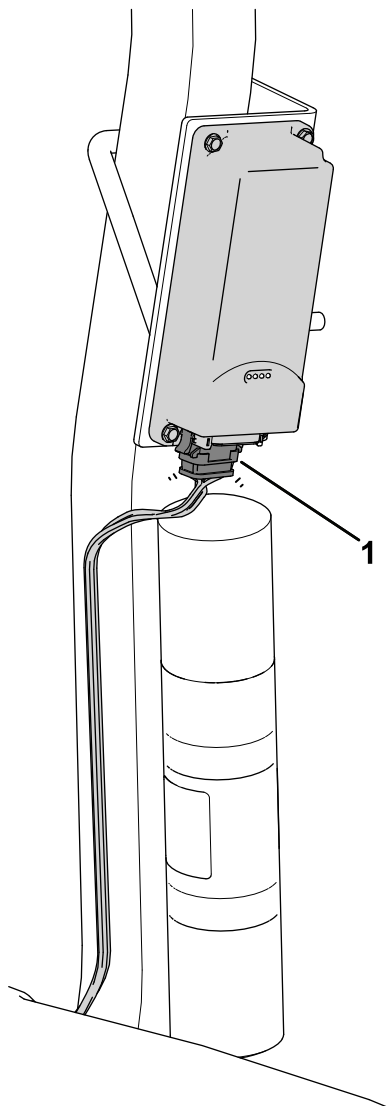

図 13
3. テレマティクスワイヤー ハーネスのP02というラベルの付いたコネクタをテレマティクスデバイス(図13)に接続する。